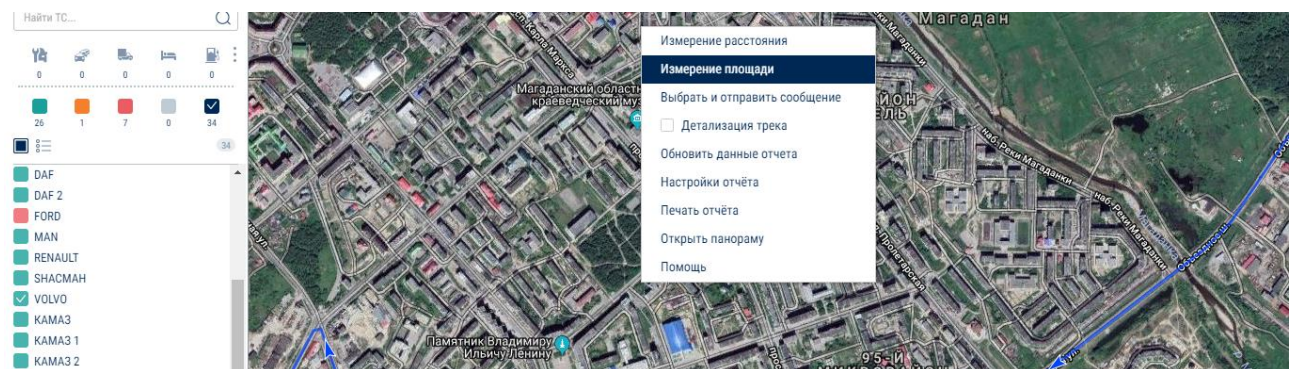

Рисунок 1.13 – Измерение площади
7. Увеличьте населенный пункт и измерьте площадь произвольного участка, выбрав вкладку **Измерение площади** (рисунок 1.13).